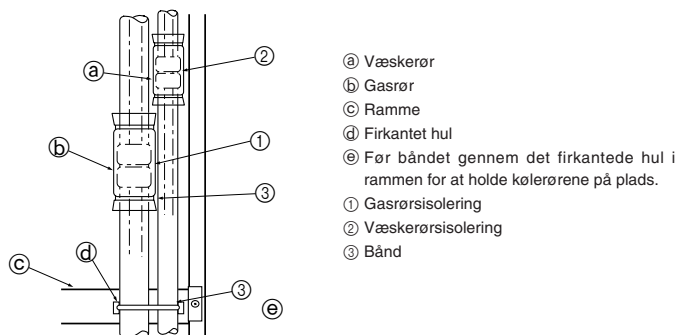

Fig. 4-5
Isolér opkravningssamlingerne ① og ② på gas- og kølerørene fuldstændigt. Hvis en del af samlingerne er synlig, kan kondens dryppe ned derfra. (Fig. 4-5)
- Fastgør gasrørsisoleringen ① og væskerørsisoleringen ② i begge ender, så de ikke glider og ret dem ind efter hinanden.
- Når isoleringen er monteret, bruges et bånd ③ til at fastgøre kølerøret til rammen (under rørsamlingsstedet). Dette forhindrer, at kølerøret løftes op af rammen. (Så længe kølerøret ikke er monteret i rammen, kan gitteret ikke monteres.)